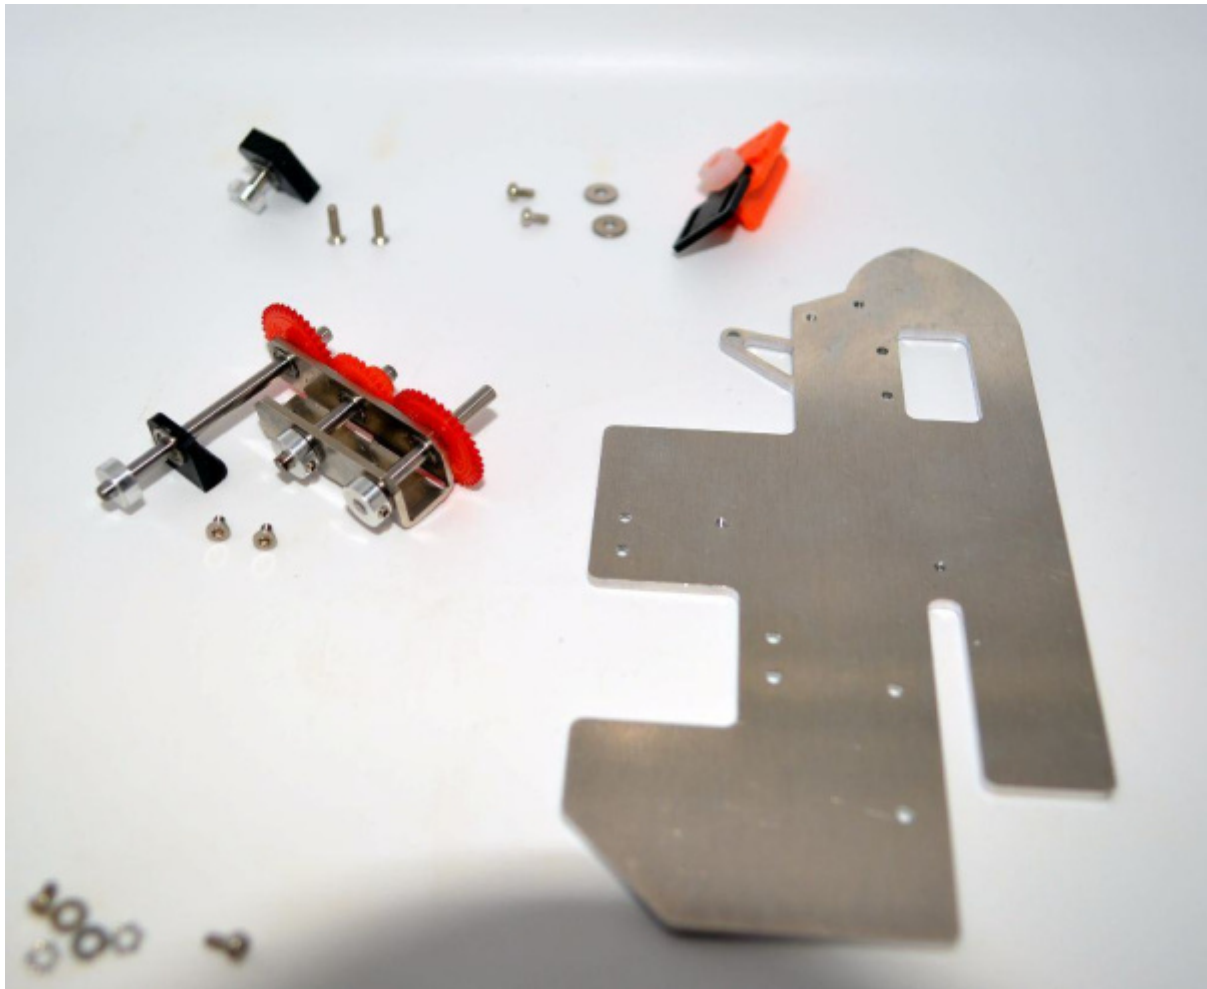

Abb. 4
- Montieren Sie nun den Getriebehalter mit den Achsen wie in Abbildung 4